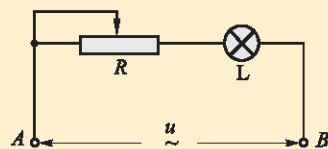

图2-2-3
4. 如图2-2-3所示, L是一个小灯泡, R是一个滑动变阻器, 标有“ $10 \Omega \ 1 \text{ A}$ ”字样, A、B两端接在电压为  $u$  的交流电源上. 在L和  $u$  分别为下面两种情况时, 能否通过调节滑动变阻器而使灯泡L正常工作?